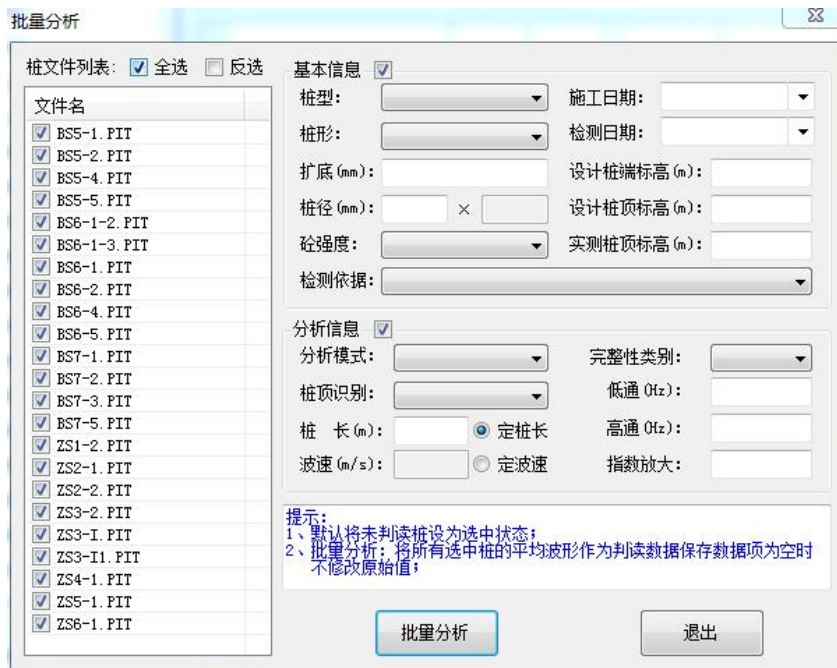

图 3-20 批量分析界面
- ④积分：对原始加速度信号进行积分处理，得出速度时程曲线。
- ⑤微分：对积分波形进行微分还原。
- ⑥频谱细化指数：对频谱图进行频率坐标轴的细化，指数设为 n 时，坐标轴长度为原始坐标轴频率长度的 1/n。
- ⑦撤销上一缺陷：清除当前基桩文件最后设置的一处缺陷。
- ⑧撤销所有缺陷：清除当前基桩文件设置的所有缺陷。
- ⑨批量分析：对整个工程进行批量分析，如图 3-20 所示。